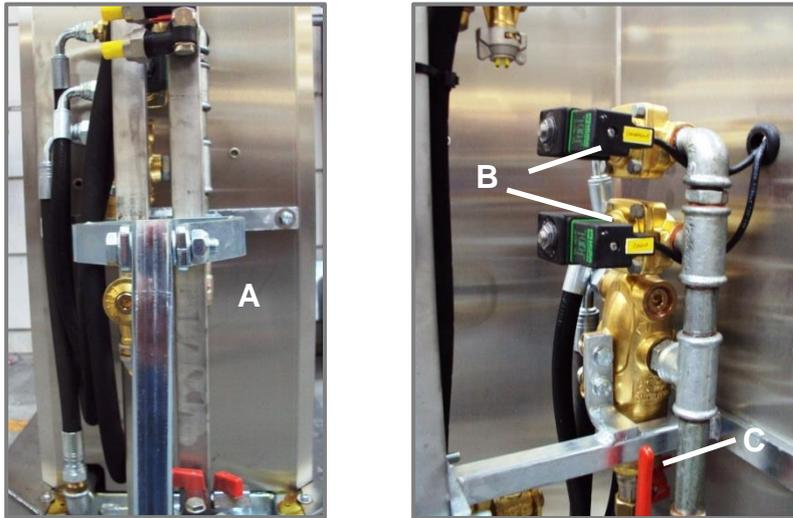

Abbildung 7.1; Elektrische Ventile und Schlauchanschlüsse
- Entfernen Sie die Edelstahlabdeckung an der Vorderseite des *METO* (Siehe Bild 7.1)
- Verbinden Sie das Gestänge mit dem Befestigungspunkt (A) und den anderen Befestigungspunkt in einer höheren Position auf der Stange
- Verbinden Sie die vorderen und seitlichen Spritzschläuche mit den entsprechenden Versorgungsanschlüssen des Spritzgestänges (siehe Etiketten (B) - das untere Ventil ist das Seitenspritzventil und das obere Ventil das vordere Spritzventil)
- Der lose Schlauch ist für die Reinigung des Systems mit Wasser vorgesehen (C)